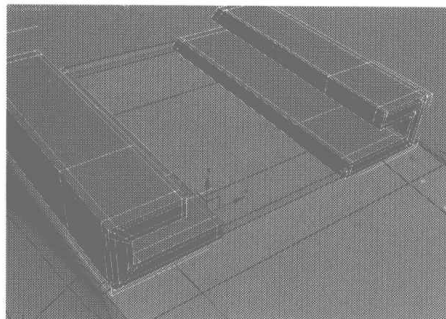
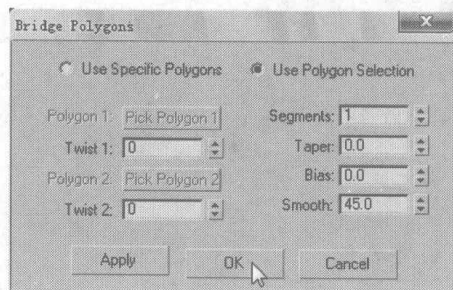

图 6.270
图 6.271
- 24** 在此物体上继续添加细分线，再切换为面编辑，选择物体两边内侧的面，如图 6.270 所示，在 Edit Polygons 卷展栏中单击 **Bridge** 右侧的小按钮，在弹出的对话框中设置连接面的参数，如图 6.271 所示。